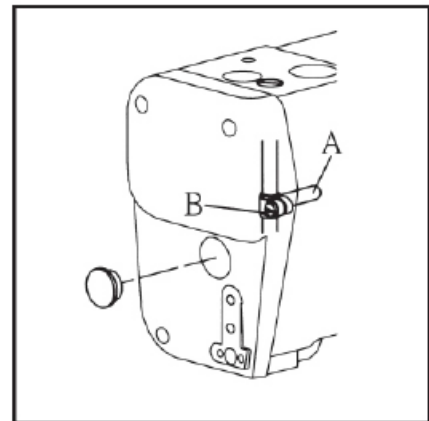

Рис. 16
2. Чтобы отрегулировать высоту игольного стержня, снимите резиновую заглушку колпачок и поверните регулировочный винт в ту или иную сторону. Затем законтрите винт (см. Рис. 16)